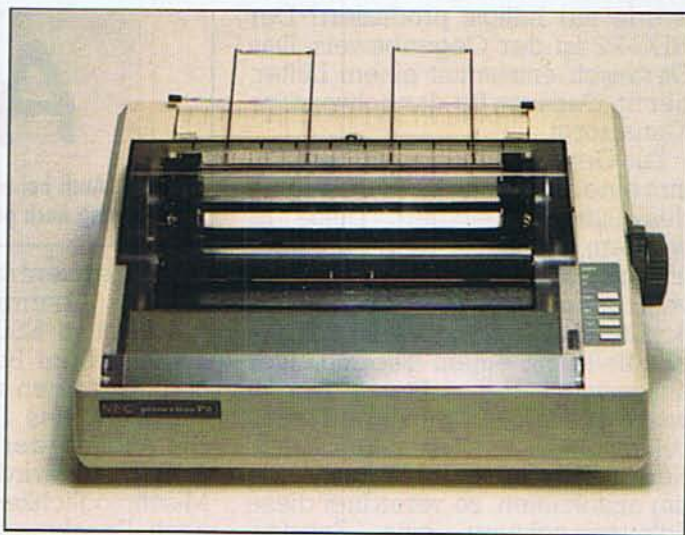

Bild 1. Der NEC-P2 mit aufgesetztem Traktor
**P**ackt man den NEC-P2 (Bild 1) aus, so erscheint ein kompaktes, eher unscheinbares Gerät. Nichts deutet anfangs darauf hin, zu welchem Wunderding er sich im Test entwickeln sollte. Ein Gehäuse mit den Tasten LF, TOF, FONT und SEL an der Vorderseite, ein Frikationsantrieb und ein aufsetzbarer Traktor — nichts Ungewöhnliches könnte man meinen. Aber die Würze liegt im Detail. Schon ein erster Blick in das sehr gute deutsche Handbuch macht neugierig. Die gesamten Möglichkeiten des NEC-P2 sind dort klar, übersichtlich und, was noch wichtiger ist, gut verständlich dargestellt.